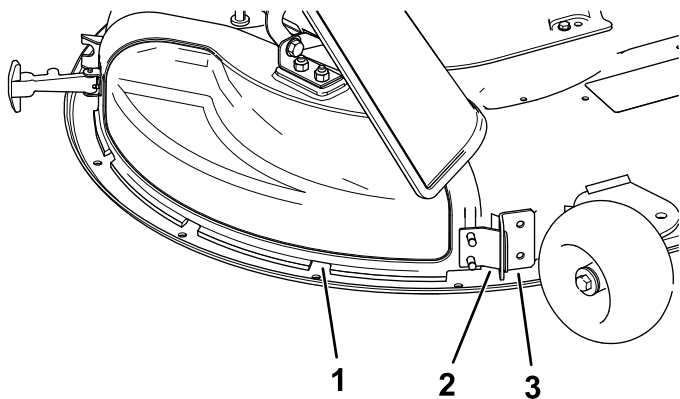

Figura 12
5. Înclinai proeminența metalică de pe capacul de evacuare în afara fantei din suportul sudat de pe puntea mainii de tuns iarba (Figura 12).